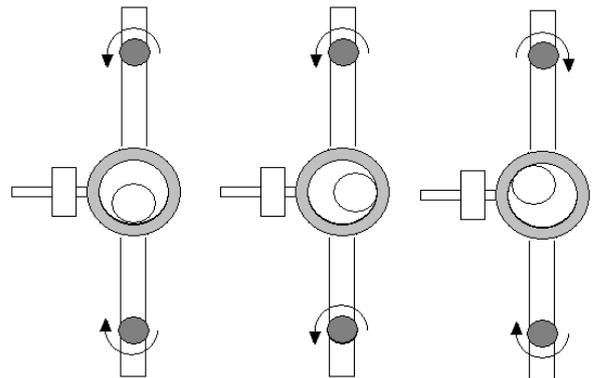

Fig. 3 Ajustage du système de rotation
- Les vis d'ajustage (g et m) permettent de corriger l'inclinaison de deux plans (voir la fig. 3).